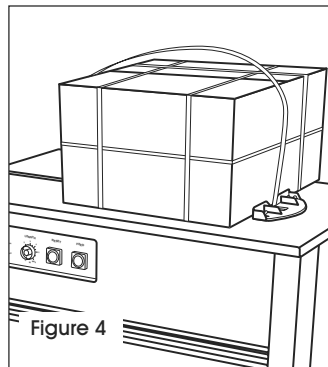

Figure 4
- a. Placez un paquet sur la cerceuse contre le guide. (Voir Figure 4)
Le thermoscellage du feillard ne s'effectue pas.	1. Assurez-vous que la surface de la lame de l'élément chauffant est propre. Le feillard ne scellera pas correctement si les lames sont sales. 2. Utilisez un tampon Scotch-Brite^{MC} pour nettoyer les résidus de feillard dans les parties inférieure et supérieure de la lame de l'élément chauffant. Soulevez l'ensemble de la lame pour le décrocher des deux vis de réglage et pouvoir ainsi nettoyer le dessous de la lame. (Voir Figure 4)  REMARQUE : Ne desserrez pas les vis de réglage.